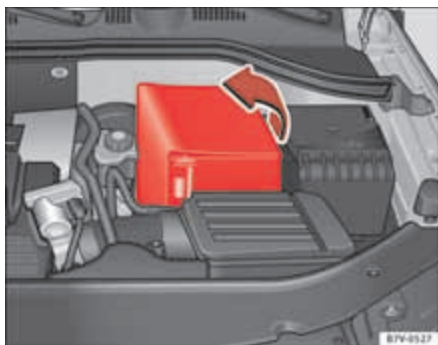

Fig. 171 En el vano motor: Despliegue el manguito de la batería del vehículo.
- *En el caso de un manguito:* retire la cubierta desplegándola hacia un lado ⇒ fig. 171.